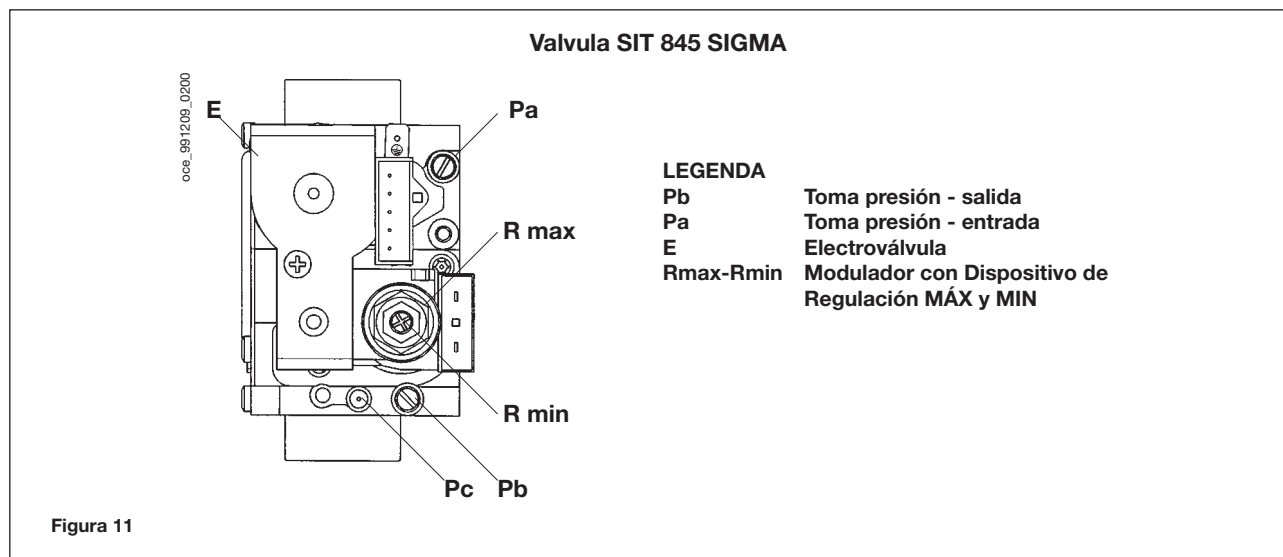

Figura 11
- conectar la toma de presión positiva de un manómetro diferencial, posiblemente de agua, a la toma de presión (Pb) de la válvula del gas (figura 11). Conectar la toma negativa del mismo manómetro a un especial “T” que consienta conectar entre ellos la toma de compensación de la caldera, la toma de compensación de la válvula del gas (Pc) y el manómetro mismo. (Se puede efectuar una medición equivalente conectando el manómetro a la toma de presión (Pb) y sin el panel frontal de la cámara estanca);
- abrir el grifo gas y hacer girar el botón (1) predisponiendo la caldera en posición Verano (☀️);
- controlar que la presión dinámica de alimentación de la caldera, medida en la toma de presión (Pa) de la válvula del gas (figura 11), sea correcta (28 mbar para el gas butano, 37 mbar para el gas propano o 20 mbar para el gas natural);